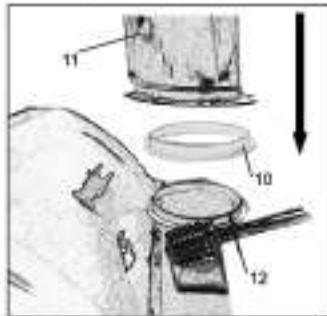
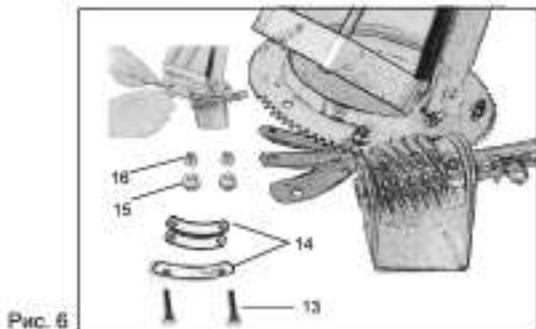

Рис. 5
Рис. 6
*Для установки желоба разместите пластиковое кольцо желоба (рис. 5 поз.10) под желобом (рис. 5 поз. 11) и установите его в основании корпуса желоба (рис. 5 поз.12). Установите и затяните болтами (рис. 6 поз.13) прижимные пластины с помощью гаек (рис. 6 поз.16) с шайбами (рис. 6 поз.15).